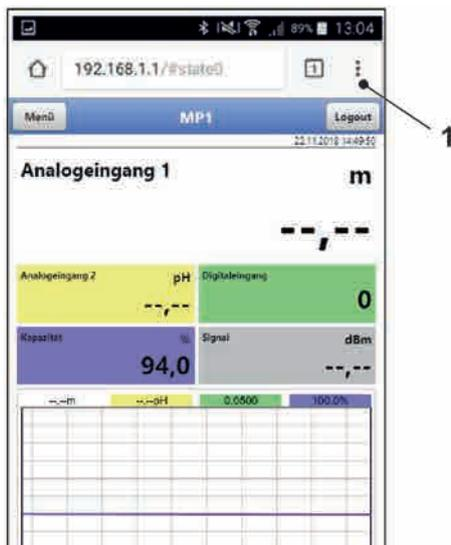
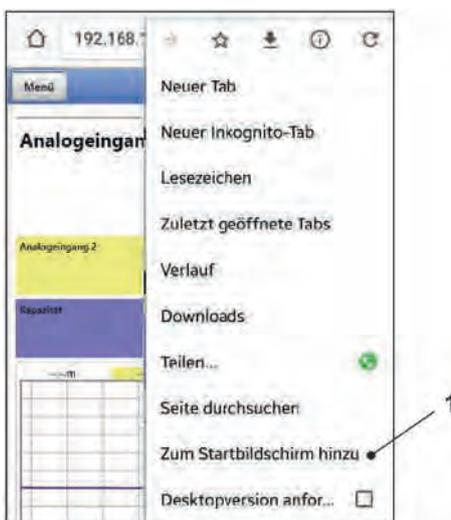

Abb. 30-6 Anzeige NFM-Display im Browser
Abb. 30-7 Zum Startbildschirm hinzu
7. In das Adressfeld die IP-Adresse „192.168.1.1“ eintragen und öffnen. Nach erfolgreicher Verbindung erscheint das Display des NivuLevel Mobile (Abb. 30-6).
8. Zum Einrichten eines Links auf dem „Home-Bildschirm“ (für einen direkten Zugang) das Symbol für weitere Tabs (Abb. 30-6 Pos. 1) und Einstellungen antippen und „Zum Startbildschirm hinzu“ (Abb. 30-7 Pos. 1) auswählen.